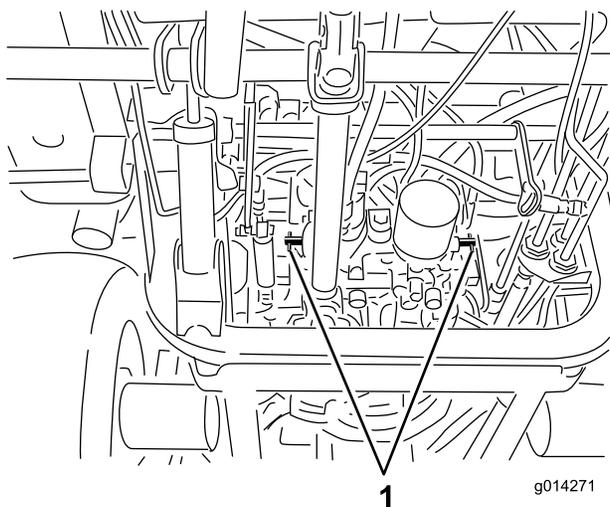

Figura 22
4. Girate ogni valvola di bypass di un giro in senso antiorario (Figura 22).
1. Girate ogni valvola di bypass di un giro in senso orario e serratela a mano (Figura 22).
2. Serrate le valvole a circa 8 N·m, come illustrato nella Figura 22.